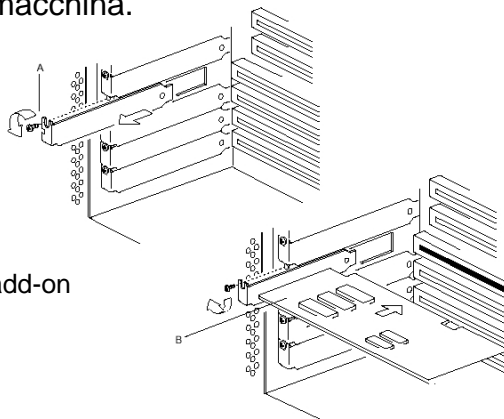

Figura 7. Inserimento scheda add-on
4. Inserire la scheda nello slot scelto come mostrato in figura 7. assicurandosi che la scheda sia inserita a fondo nello slot, quindi fissarla allo chassis con l'apposita vite prima di richiudere la macchina.